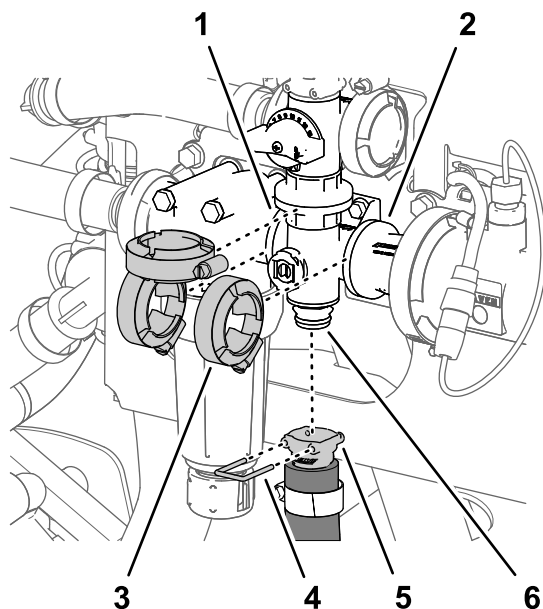

**Рисунок 113**
2. Снимите держатель, который крепит привод к коллекторному клапану секции или клапану перемешивания (Рисунок 113).